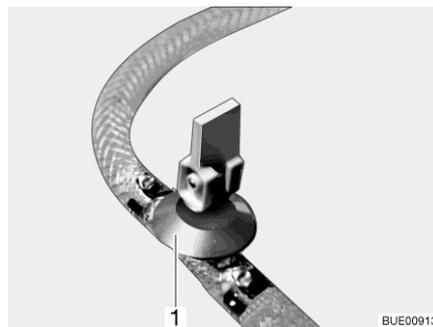

Bild 241 Ablasshahn
- Ablasshahn/Ablasshähne schließen. Dazu den Kipphebel (Bild 241,1) waagrecht stellen.
- Ablasshahn/Ablasshähne (Bild 241) öffnen. Dazu den Kipphebel (Bild 241,1) senkrecht stellen. Der Boiler wird nach außen entleert.